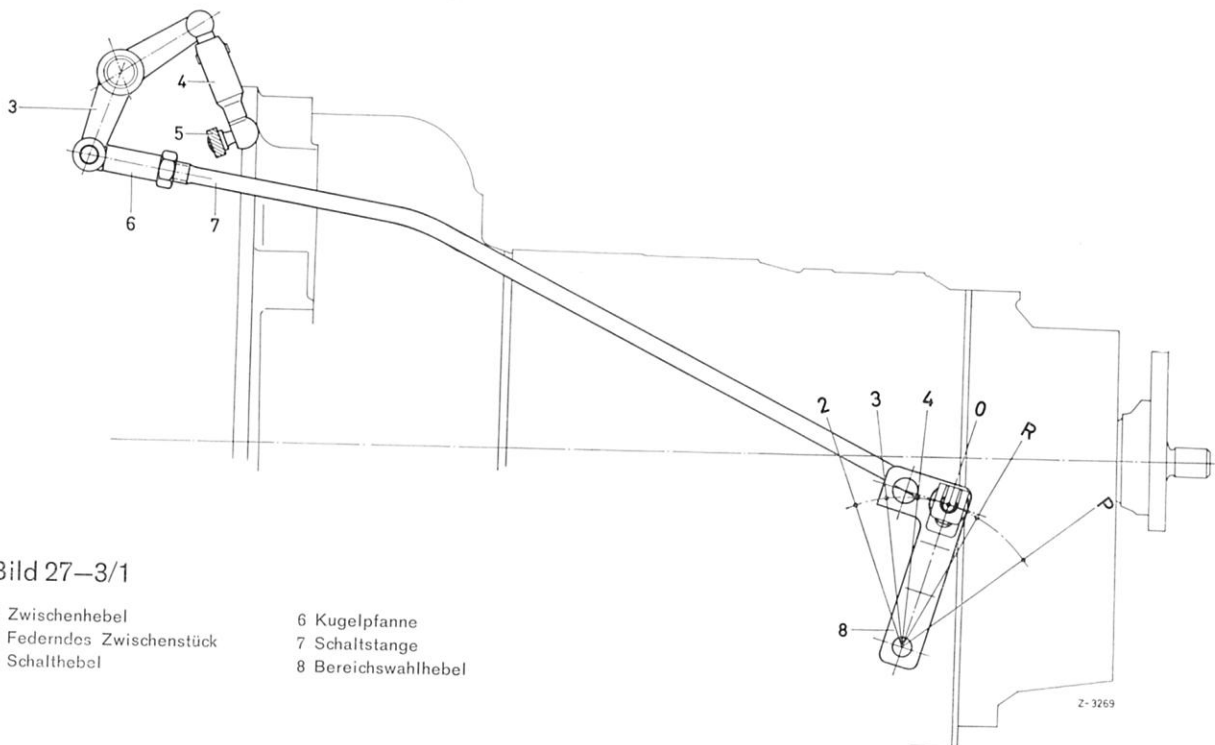

Bild 27-3/1
Die Wahlhebelanzeige wird in Wahlhebel-Stellung „N“ eingestellt. Der Bowdenzug (3) vom Schaltrohr zur Wahlhebelanzeige kann mit einer Rändelmutter (4) an der Wahlhebelanzeige in der Länge eingestellt werden (Bild 27-3/2). Dazu Kontermutter (5) lösen und nach der Einstellung wieder festziehen.